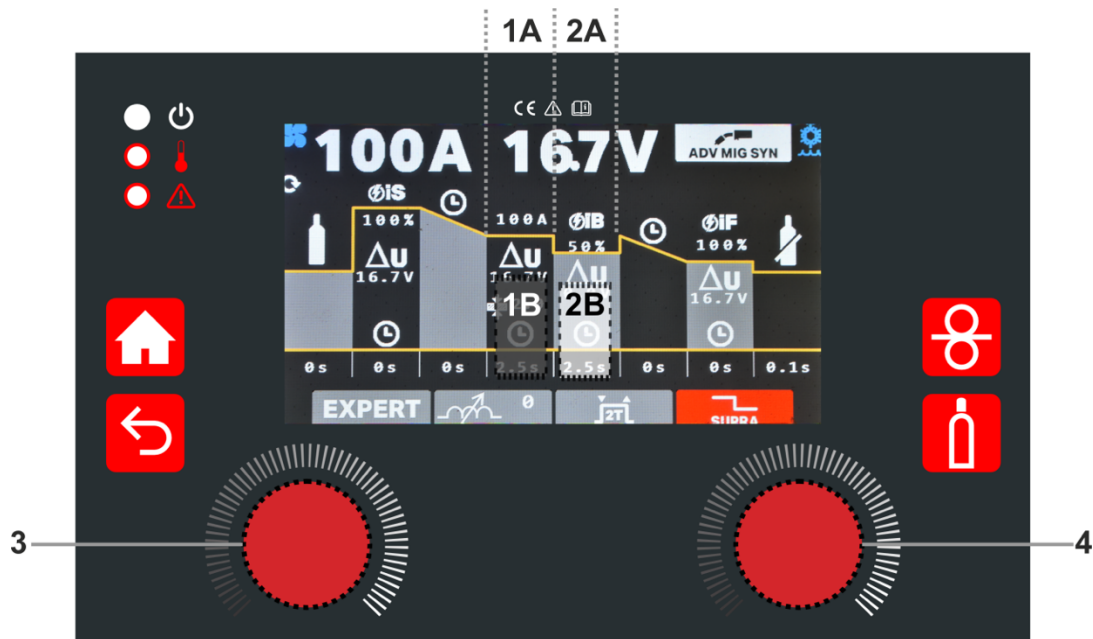

Fig. 9
- Para seleccionar la soldadura SUPRA, que es una soldadura pulsada (una alternancia entre dos niveles de potencia) con el modo de transferencia de cortocircuito - gire el encoder lateral derecho (nr. 4 - Fig.9) hasta que se seleccione el botón SUPRA (color rojo), luego gire el mismo encoder lateral derecho hasta que cambie a SUPRA.